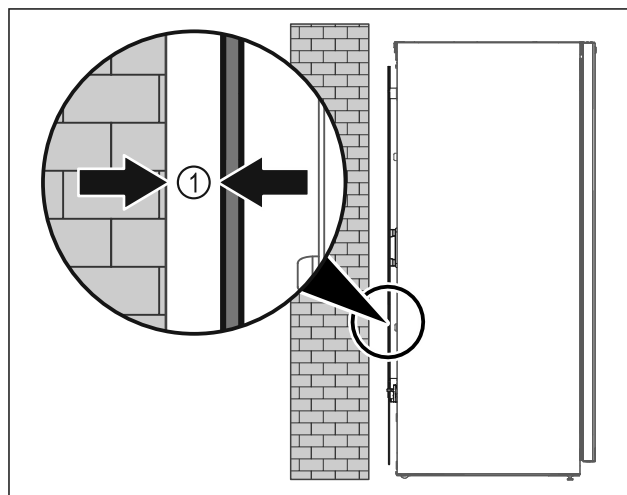

Fig. 50
- ▶ Ustavte spotřebič buď volně v místnosti nebo přímo u stěny v minimální vzdálenosti 5 mm Fig. 50 (1).